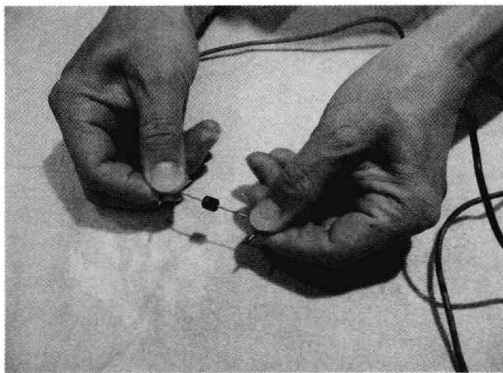

图 1.8 测电阻的错误做法
① 测量时手不可触及表笔的金属部分(图 1.8),双手接触时就是测人体电阻与待测电阻的并联值。
② 测量时电阻要与电路断开。